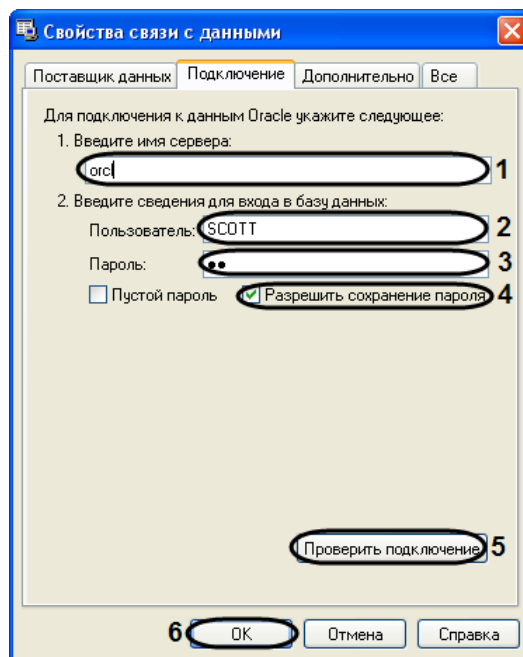

Рис. 7.5—4. Подключение базы данных Oracle
5.3.4. В поля «Пользователь» (см. Рис. 7.5—4, 2) и «Пароль» (см. Рис. 7.5—4, 3) ввести имя пользователя и пароль для подключения к серверу баз данных Oracle.